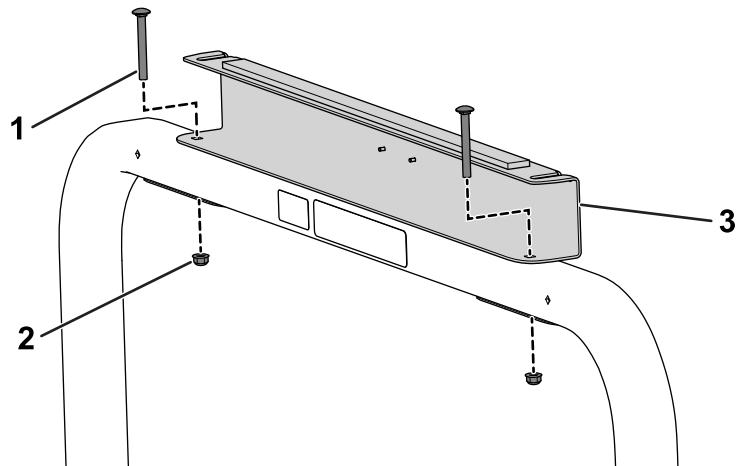

Bild 27
5. Befestigen Sie die hintere Sonnendachstütze und das hintere Gitter mit zwei Schlossschrauben (5/16" x 2 3/4") und zwei Bundmuttern (5/16") am Überrollbügel (Bild 27).